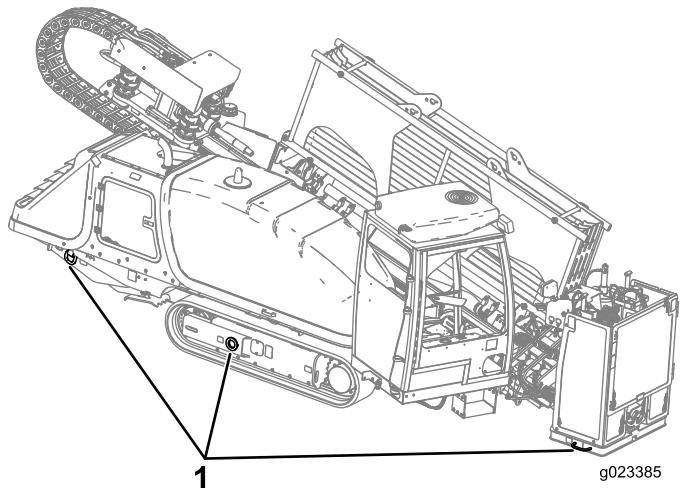

Figura 68
9. Utilice cadenas y tensores con suficiente capacidad para amarrar la máquina al remolque usando los anillos de los bastidores de las orugas y la placa de sujeción (Figura 68).